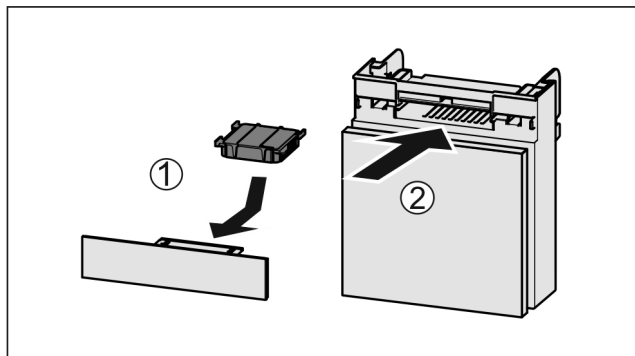

Fig. 143
- ▶ Insérer le filtre à charbon actif d'après le schéma Fig. 143 (1).
- ▶ Insérer le compartiment Fig. 143 (2).